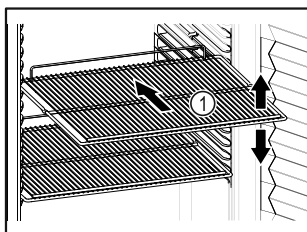

Fig. 59 Примерно изображение
- ☐ Ако стелажите за съхранение *Fig. 59 (1)* могат да се местят, регулирайте ги според височината.